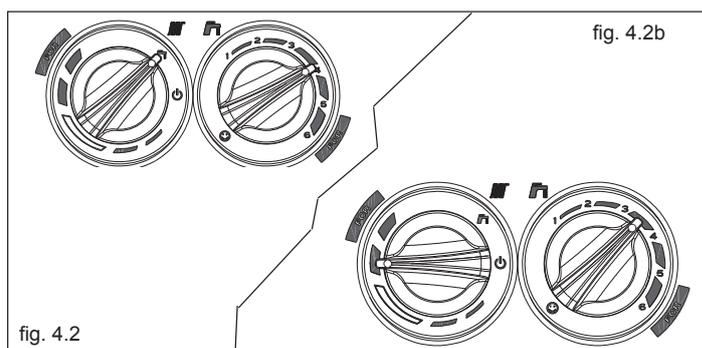
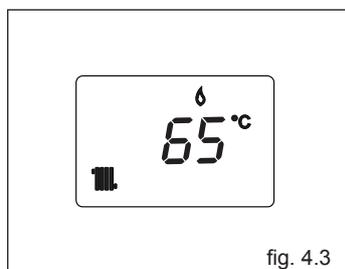
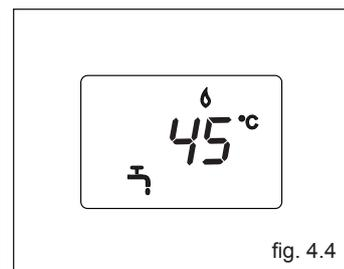

fig. 4.2
fig. 4.3
fig. 4.4
Inverno: ruotando il selettore di funzione  all'interno dell'area divisa in segmenti (fig. 4.2b) la caldaia fornisce acqua calda sanitaria e riscaldamento. In caso di richiesta di calore, la caldaia si accende, il visualizzatore digitale indica la temperatura dell'acqua di riscaldamento, l'icona di funzionamento in riscaldamento e l'icona fiamma (fig. 4.3). In caso di richiesta di acqua calda sanitaria, il visualizzatore (2) indica la temperatura dell'acqua sanitaria, l'icona di funzionamento in sanitario e l'icona fiamma (fig. 4.4).
Estate: ruotando il selettore sul simbolo estate  (fig. 4.2) si attiva la funzione tradizionale di solo acqua calda sanitaria. In caso di richiesta di acqua calda sanitaria, il visualizzatore indica la temperatura dell'acqua sanitaria, l'icona di funzionamento in sanitario e l'icona fiamma (fig. 4.4).